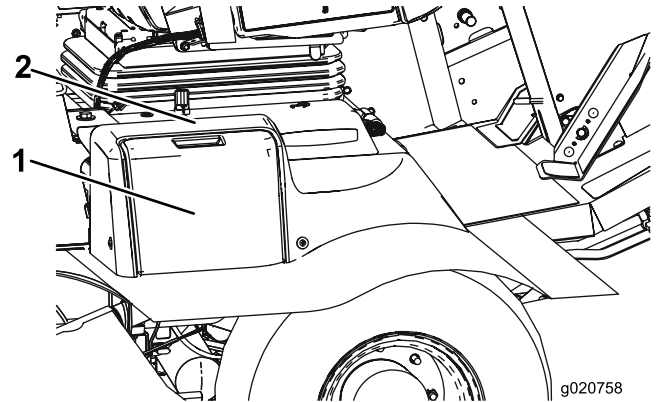

Bild 51
1. Öffnen Sie die Batterieabdeckung an der Seite der Abdeckung (Bild 51).
**Hinweis:** Üben Sie Druck auf die flache Oberfläche über der Batterieabdeckung aus, um das Entfernen der Abdeckung zu erleichtern (Bild 51).